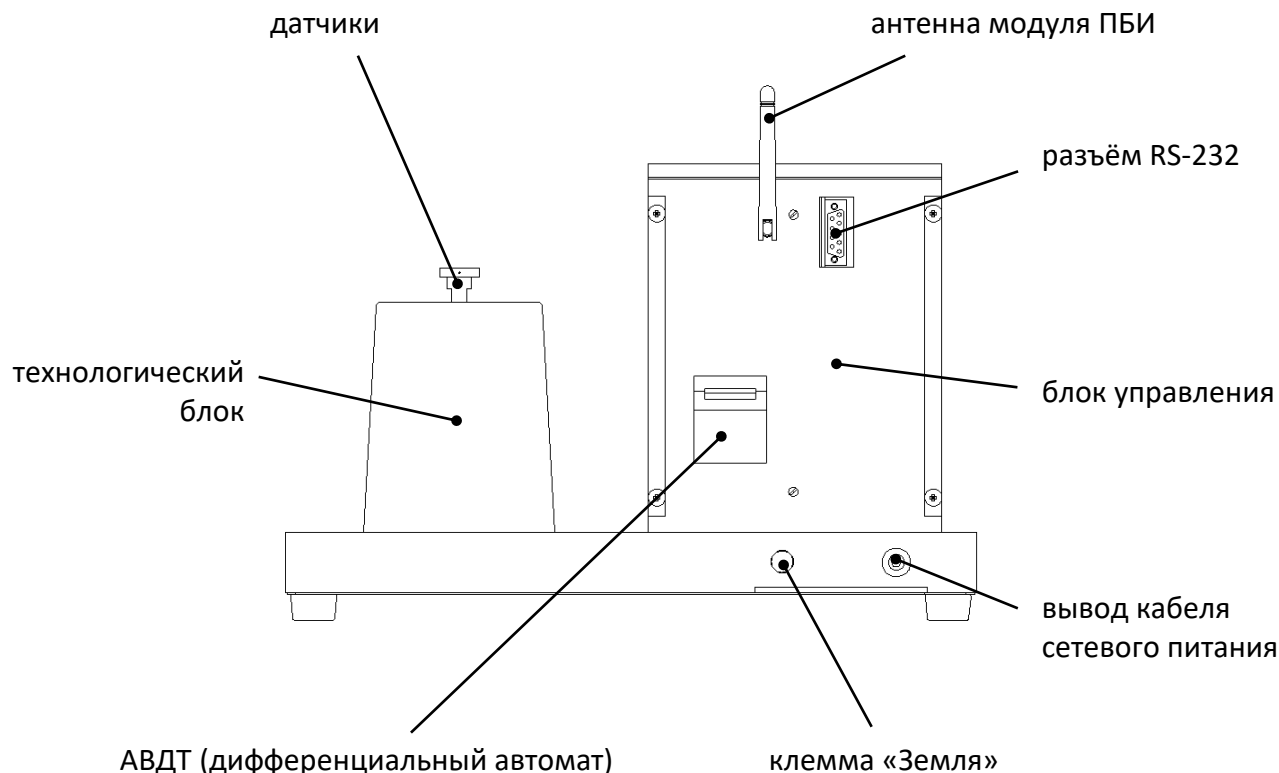

Рисунок 2. *ЛинтеЛ*® Капля-20. Вид сзади
3.1.2 Допускается подключение аппарата только к евророзетке с заземлением. Дополнительно подключить клемму «Земля» на аппарате (рисунок 2 на странице 4) к контуру заземления.